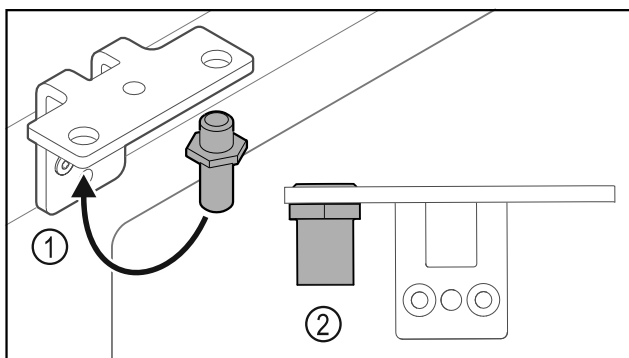

Fig. 31
- ▶ Helyezze át a csuklópántban a csapszeget Fig. 31 (1).
- ▶ Húzza meg a csapszeget Fig. 31 (2) **12 Nm-es forgatónyomatékkal**.